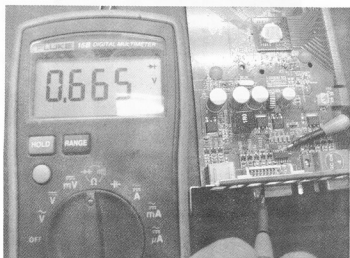

图 5-47 测量场同步信号
(6) 测量场同步信号的输入端，打值居然有 665，明显偏大，如图 5-47 所示。